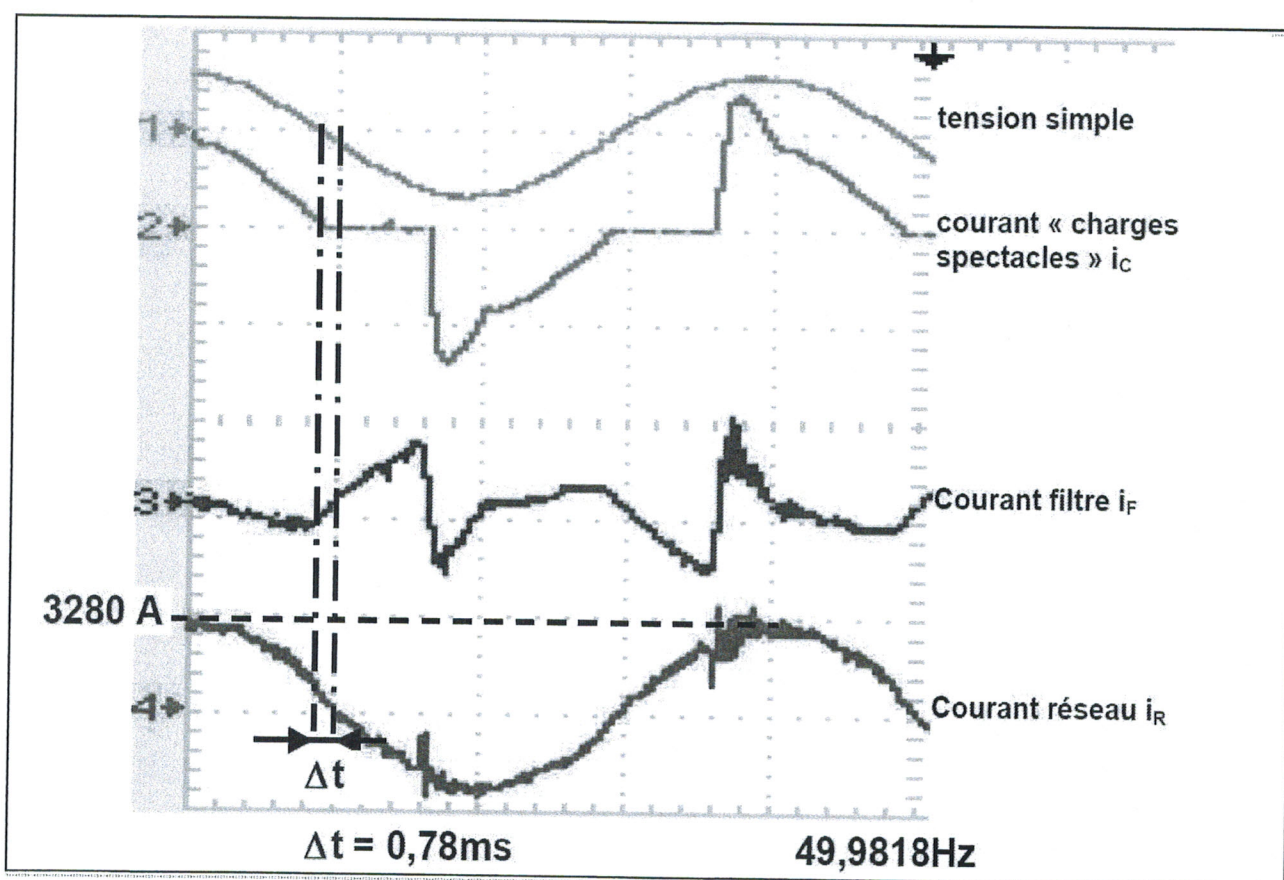

Figure 13
Un filtre actif est mis en service dans la salle de spectacle et les oscillogrammes associés aux essais sont donnés figure 13.
- E.8.1.** En vous référant aux oscillogrammes figure 13 page 14, calculer le déphasage entre la tension simple et le courant réseau et comparer avec la valeur trouvée au E.7.1.